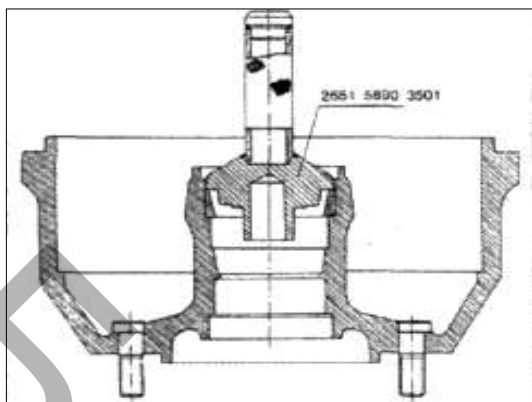

РИС. 280
- 2) Установите наружное кольцо внутреннего конического роликового подшипника при помощи оправки 2651 5890 35 01 (см. рис.280).